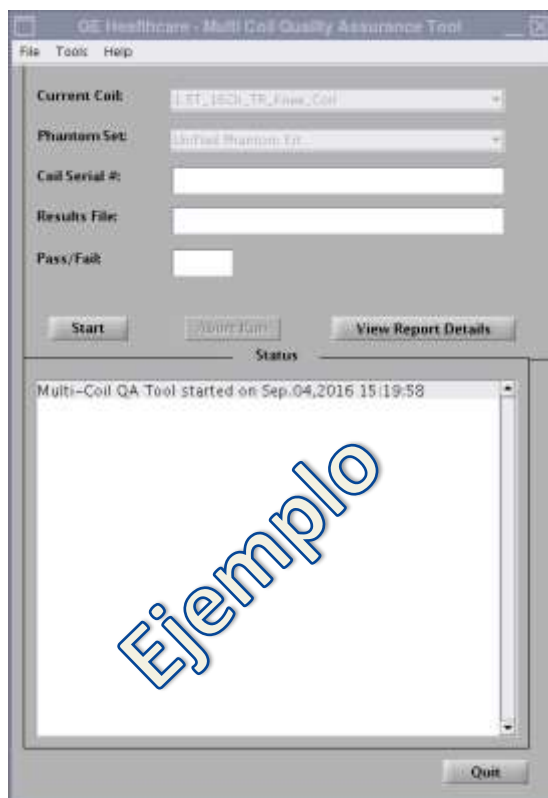

Figura 3
El campo de la bobina actual se rellenará automáticamente (Figura 3), según el identificador de la bobina que está conectada a LPCA. Introduzca el número de serie de la bobina que se va a someter a la prueba en el campo “Coil Serial #” (N.º de serie de la bobina).
2. Haga clic en **[Start]** (Iniciar) para comenzar la prueba automatizada como se muestra en la Figura 3. La prueba puede tardar entre 3 y 5 minutos, depende del número de ubicaciones de la prueba (complejidad de la bobina).